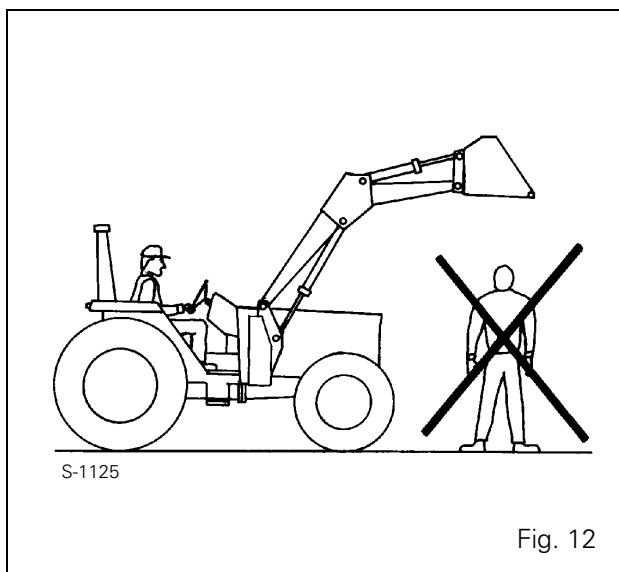

Fig. 12
- No permitir que nadie se encuentre en la zona de trabajo. **NO PERMITIR** que nadie permanezca al lado o pase por debajo del implemento cuando se encuentre elevado (Fig. 12).